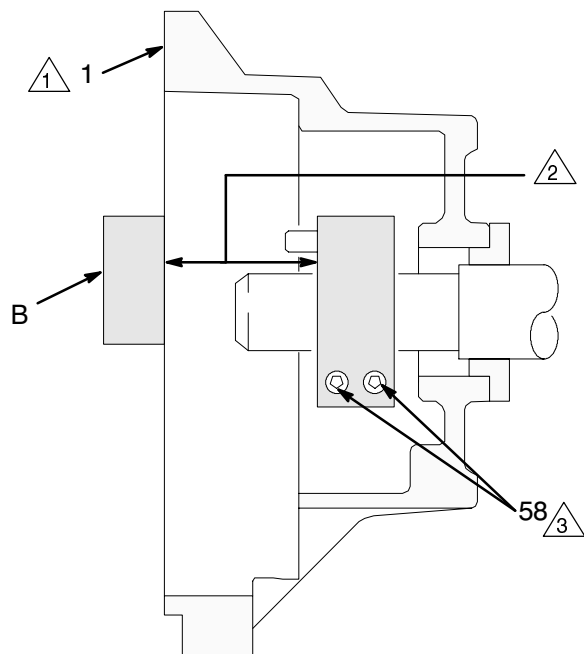

Fig. 22
3. Monter la **bride de fixation (55)** sur l'arbre moteur (A). Respecter la cote de $35,8 \pm 0,25$ mm indiquée à la figure 22.